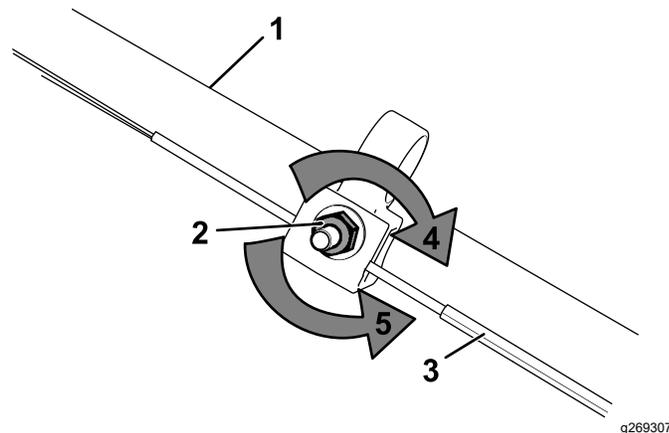

Figure 36
- Ajustez la tension du câble (Figure 36) en le tirant en arrière ou en le poussant en avant puis en le maintenant à cette position.
- Tournez l'écrou de réglage dans le sens antihoraire pour desserrer le réglage du câble (Figure 36).